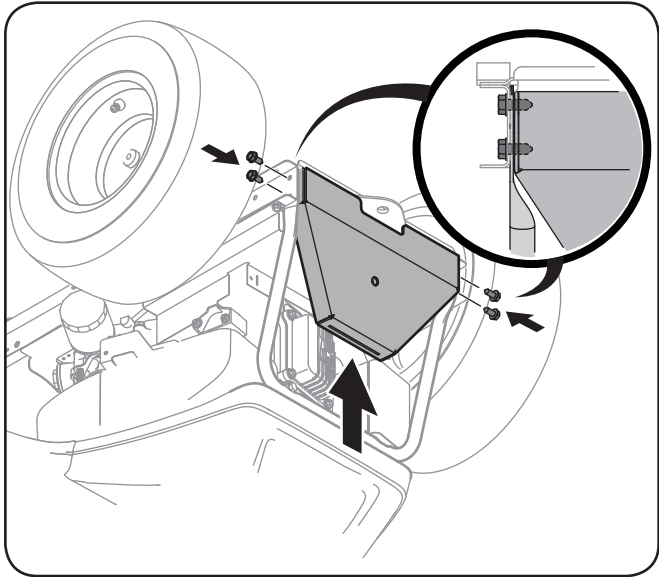

Figure 4-2
2. Installez le support de montage du bac récupérateur sur le tracteur à l'aide des quatre boulons 710-3296 de l'ensemble de quincaillerie 683-05063. Insérez chaque boulon à travers le châssis du tracteur, le support arrière du couvercle et dans l'écrou soudé sur le support de montage du bac récupérateur. Voir Figure 4-2.